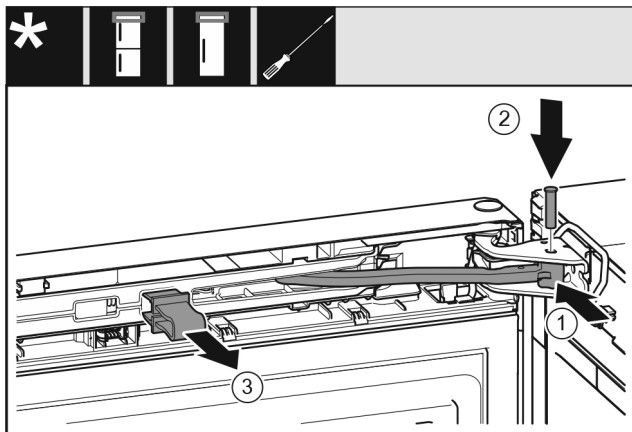

Fig. 21
- ▶ Ruotare il giunto articolato nel blocco di supporto. Fig. 21 (1)
- ▶ Inserire il perno nel blocco di supporto e nel giunto articolato. Fare attenzione che la camma di arresto sia correttamente in sede nella scanalatura. Fig. 21 (2)
- ▶ Rimuovere la protezione. Fig. 21 (3)